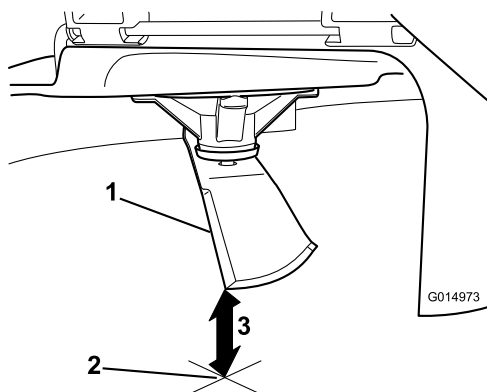

Рисунок 68
- Измерьте расстояние от конца ножа до плоской поверхности (Рисунок 68).